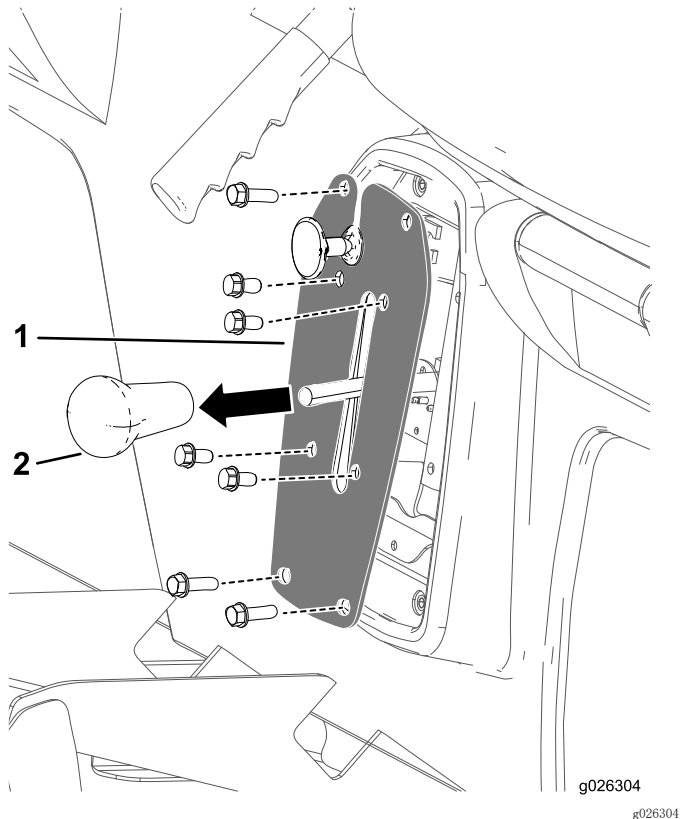

图 39
1. 卸下变速杆上的旋钮（图 39）。
2. 卸下将变速板固定至变速杆支架上的 4 个螺栓（图 39）。
3. 卸下将变速板固定至座椅底座的 4 个螺栓，然后取下变速板（图 39）。
4. 将旋钮螺到变速杆上，并用手拧紧（图 39）。